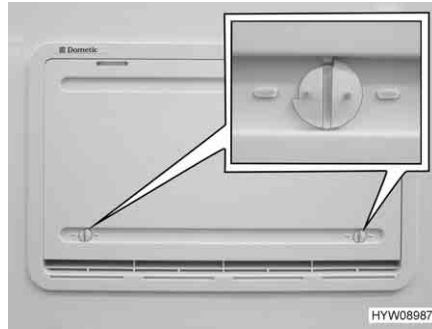

Bild 208 Vinterskydd
När kylskåpet ska vara i drift vid låga utetertemperaturer, rekommenderar tillverkaren användning av ett vinterskydd (Bild 208) för kylskåpets ventilationsgaller.
- Öppna båda lås (Bild 208) (noten står horisontellt).